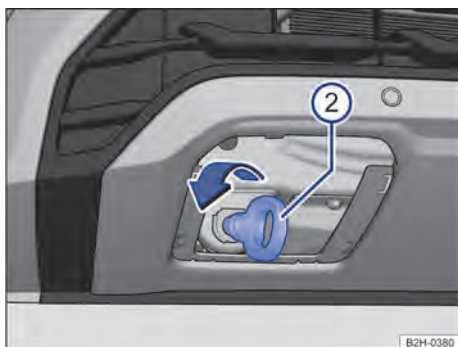

Fig. 177 No para-choque dianteiro à direita: rosquear a argola de reboque.
① Argola de reboque.
1. Girar a argola de reboque tão firmemente quanto possível **no sentido da seta** no alojamento → Fig. 177 ②.
2. Utilizar um objeto apropriado com o qual a argola de reboque possa ser rosqueada com firmeza no alojamento → ❶.
❶ AVISO